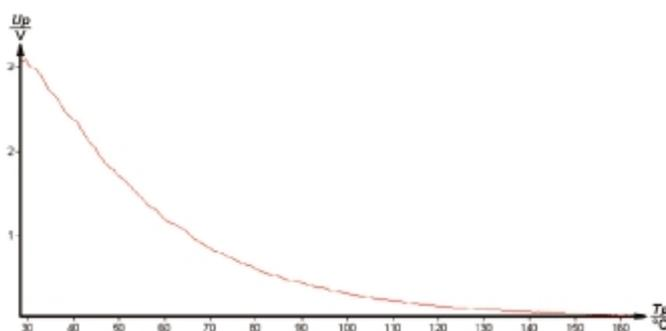

Рис. 6. Типовая зависимость напряжения на образце от температуры.
5. Зависимость продольного напряжения U_p от температуры снимают при охлаждении образца. В интервале температур 170...100 °С измерения целесообразно проводить через 10 °С, а в интервале 100...25 °С - через 5 °С. Типичная кривая температурной зависимости продольного напряжения U_p в исследуемом температурном интервале приведена на рис. 6.